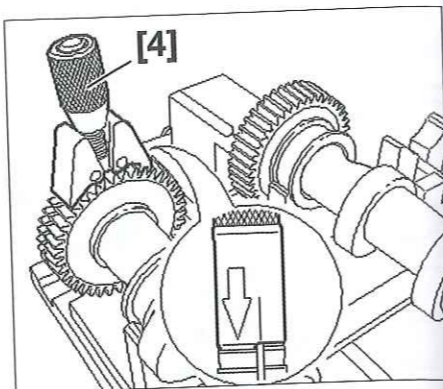

Fig. 59
- Tensar el útil de apriete [4] con ayuda de la moleta hasta que los flancos de los dientes coincidan (Fig.59).